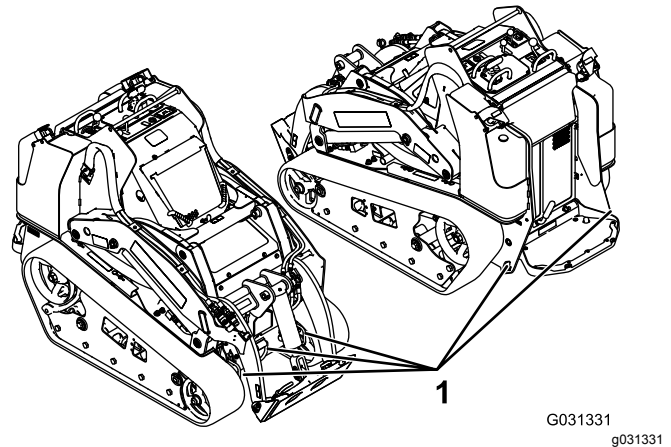

Figura 31
8. Utilice los puntos de amarre metálicos de la máquina para sujetar la máquina firmemente al remolque o al camión con correas, cadenas, cables o cuerdas (Figura 31). Consulte la normativa local respecto a los requisitos de amarre.
Puede izar la máquina usando los puntos de amarre/izado; consulte Figura 31.